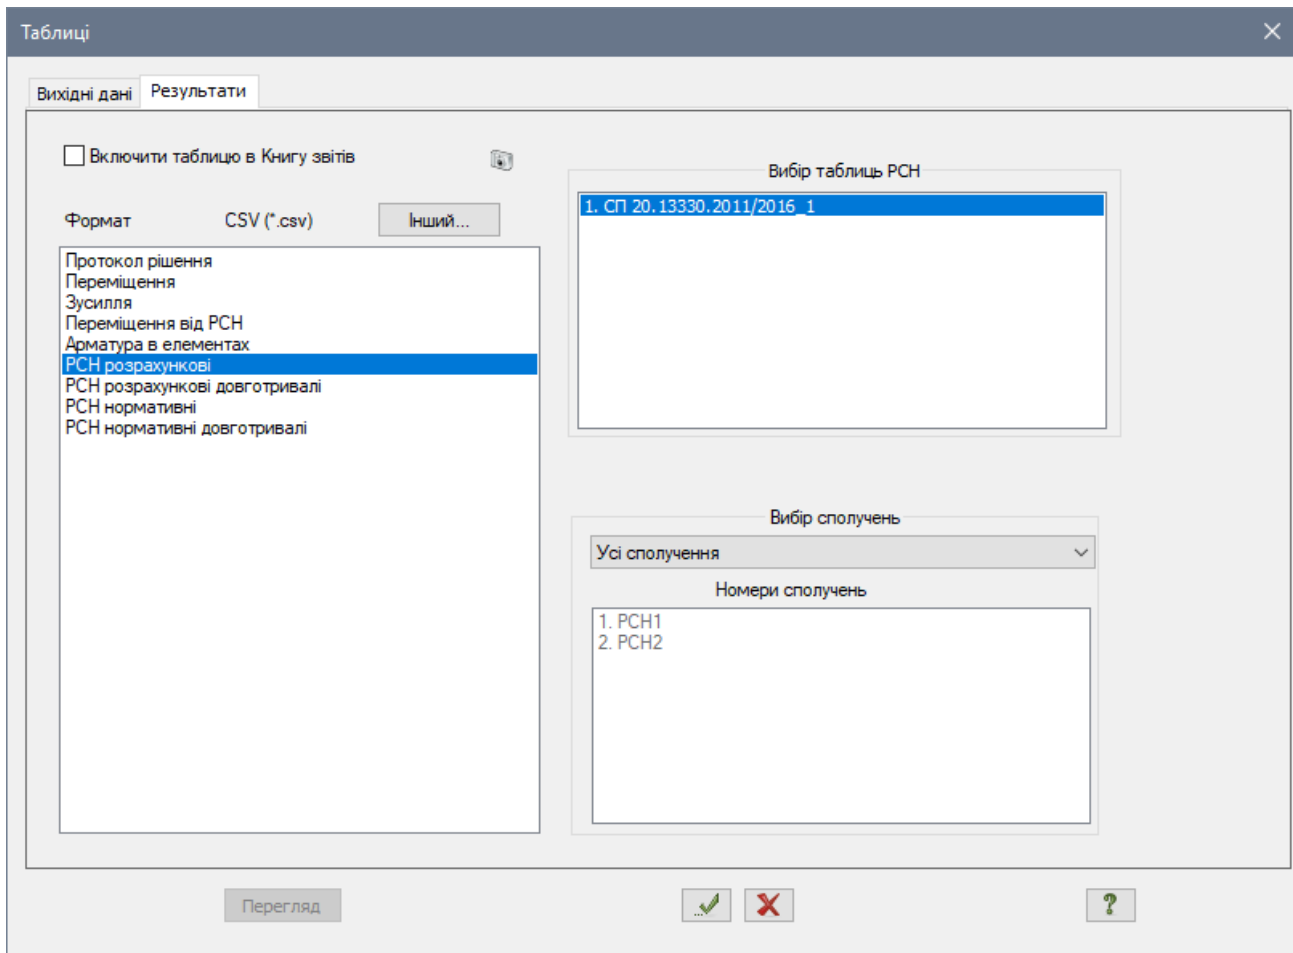

Рис. 19.26. Діалогове вікно Таблиці
- Після цього у діалоговому вікні **Таблиці** (рис. 19.26) виділіть рядок **РСН розрахункові**.